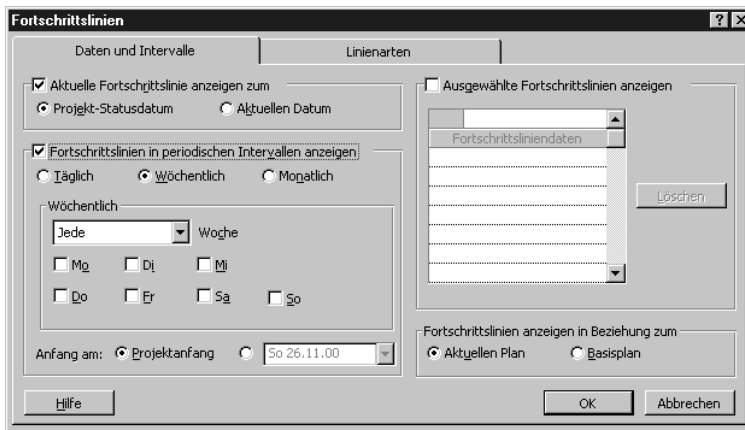

Abbildung 21.2:
2. Wählen Sie EXTRAS, ÜBERWACHUNG, FORTSCHRITTSLINIEN. Das Dialogfeld FORTSCHRITTSLINIEN wird angezeigt (siehe Abbildung 21.2).